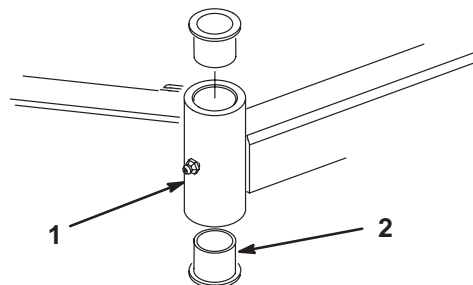

Figure 83
4. Insérez un chasse-goupille dans le haut ou le bas du tube de montage et chassez la bague hors du tube (Fig. 83). Chassez ensuite l'autre bague. Nettoyez l'intérieur des tubes de montage.